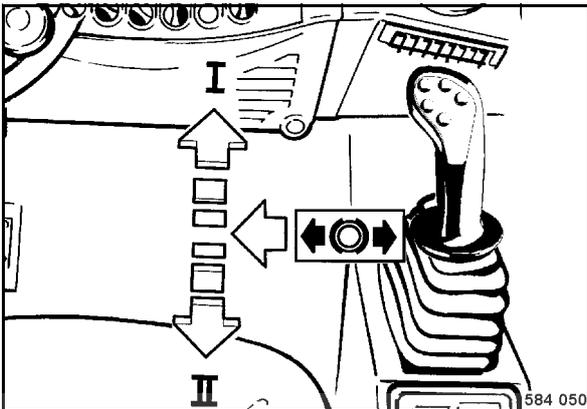

fig. 140
- Déplacer le levier de commande de la marche (fig. 140) à fond sur position „I“.